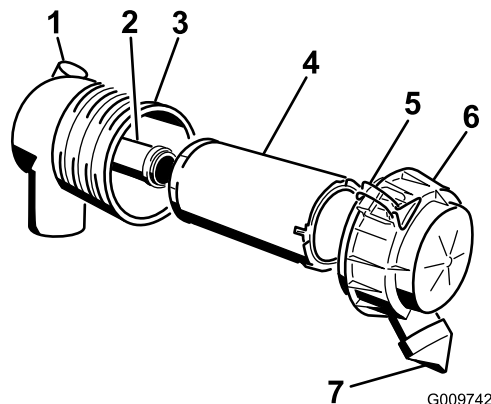

Figura 61
1. Glisai uor filtrul primar din corpul filtrului de aer (Figura 61).
4. Dacă înlocuiți filtrul de siguranță, glisai cu atenție filtrul nou în corpul filtrului (Figura 61).
6. Montați capacul filtrului de aer cu partea cu indicația „UP” (sus) în sus i fixați-l cu elementele de fixare (Figura 61).